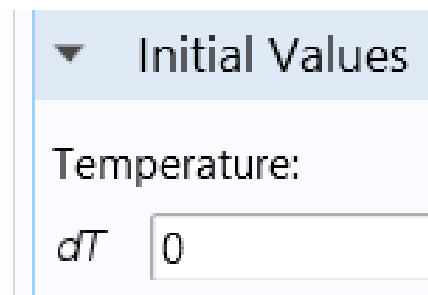

Рис. 11.23. Задание начальных температур
2. В окне **Settings** для Material, найдите раздел **Geometric Entity Selection** (рис. 11.23).